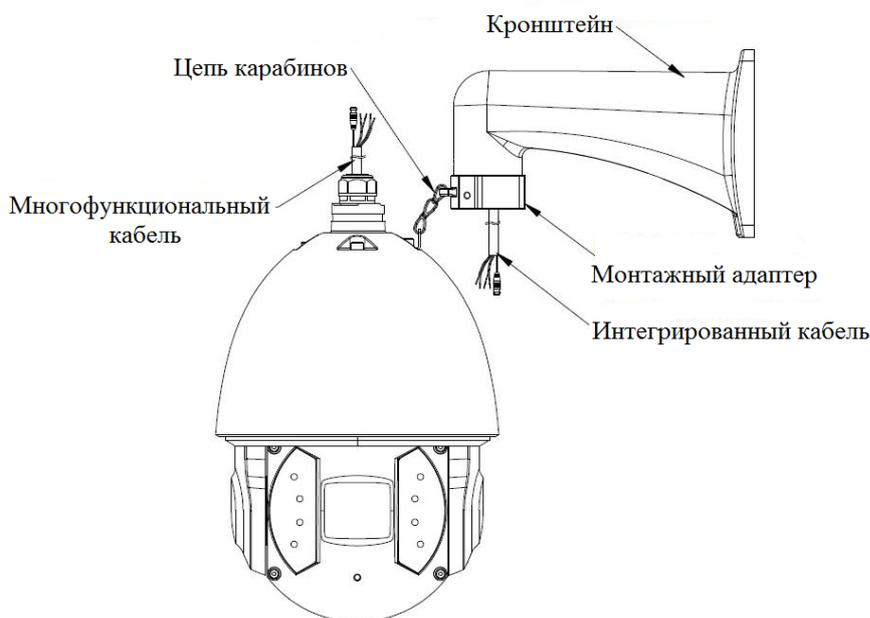

Рисунок 4
4.5 Присоедините цепь карабинов с одной стороны к монтажному адаптеру, с другой стороны к крышке видеокамеры. Соедините контакты интегрированного кабеля кронштейна с соответствующими контактами многофункционального кабеля видеокамеры. Изолируйте лентой место соединения, чтобы обеспечить водонепроницаемость (рис.4). В многофункциональном кабеле, помимо сетевого кабеля с разъемом RJ45, располагается еще группа сухих контактов, группа звуковых интерфейсов, группа питания и RS-485. Эти группы помечены ярлыками. Функциональное значение цветовой маркировки проводов указано на каждом ярлыке. Описание функциональных значений смотрите в таблице 1.